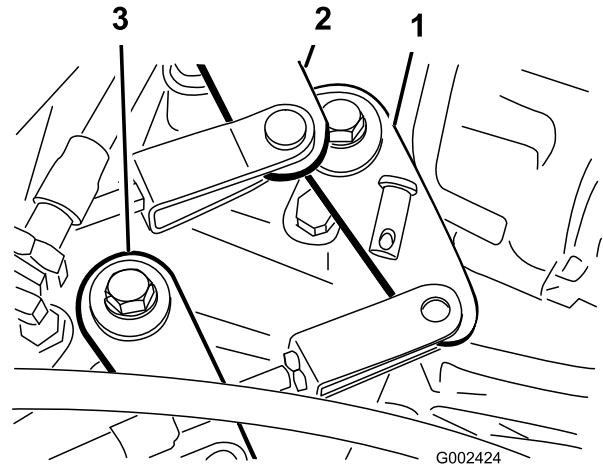

Bild 52
2. Nehmen Sie die Lastösenbolzen ab, mit denen die Schaltzüge an den Getriebebeschalthebeln befestigt sind (Bild 52).
1. Nehmen Sie den Lastösenbolzen ab, mit dem der Zug (schneller/langsamer Gang) am Getriebe befestigt ist (Bild 52).